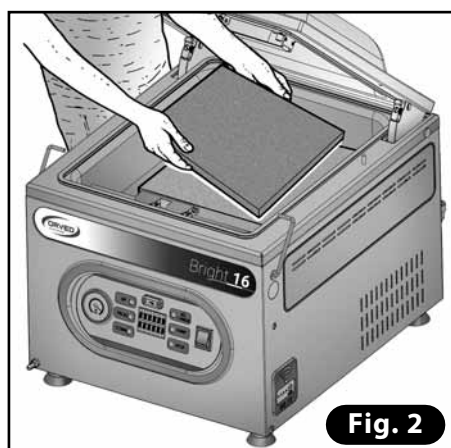

Fig. 2
- Retirer les plaques (**Fig. 2**).